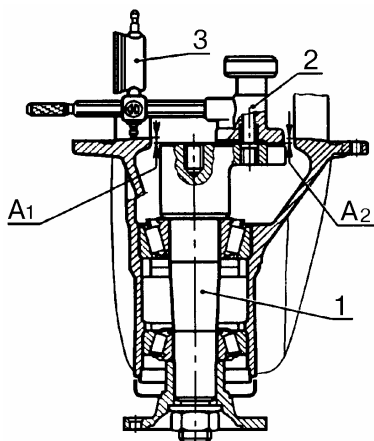

Рис.13.
6.2 Произвести подбор регулировочного кольца ведущей шестерни, рис.13.